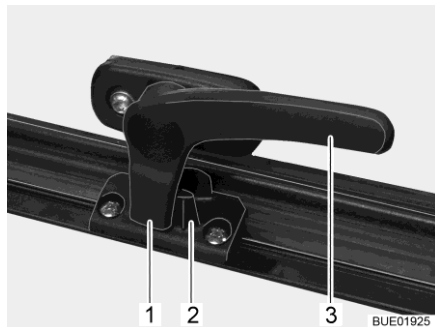

Bild 14 Låsarm i läget "stängd"
- Sväng låsarmen (Bild 14,3) ett kvarts varv mot fönstrets mitt.
- Sväng låsarmen (Bild 14,3) ett kvarts varv mot fönsterkarmen. Låsspaken (Bild 14,1) är placerad på insidan av fönsterlåset (Bild 14,2).
- I läget "helt stängt" (Bild 14).